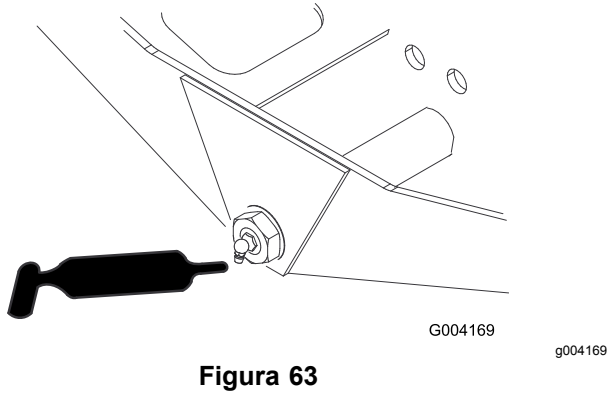

Figura 63
- Pivote de dirección del eje (1)—Figura 63